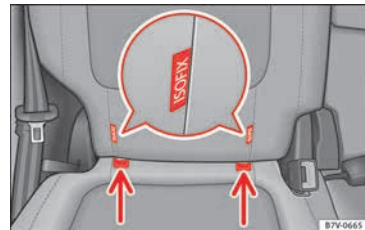

Fig. 38 Versión 2: identificación de los puntos de anclaje para el asiento para niños en el asiento del vehículo.
- Encaje el asiento para niños en las anillas de sujeción »» **fig. 38**, en el sentido de la flecha. El asiento para niños debe encastrar de forma segura y audible.
- Coloque el asiento para niños sobre la banqueta y enganche los ganchos de los cinturones de fijación en las anillas de fijación » fig. 38.